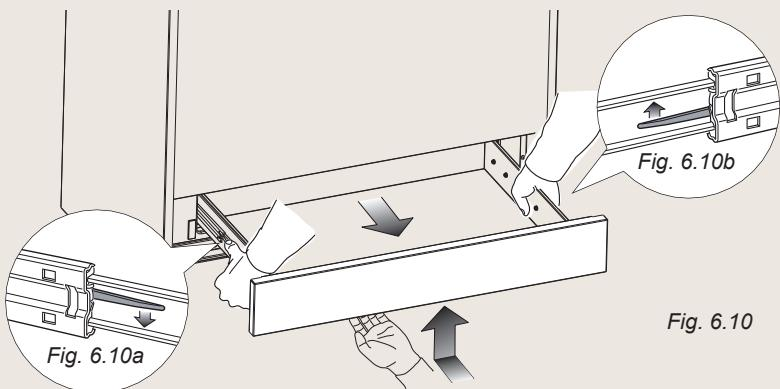

Fig. 6.10
1. Ouvrez le tiroir complètement (fig. 6.10)
3. Retirez le tiroir; les leviers ne doivent pas bouger (fig. 6.10).